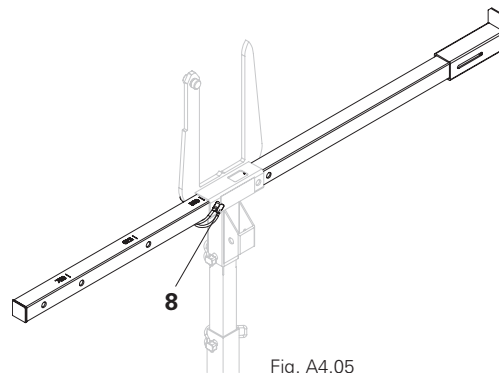

Fig. A4.05
4. Bloccare con lo spinotto ferma-tubo (8). (Fig. A4.05)